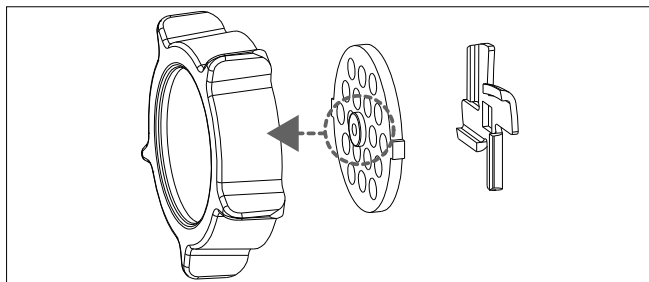

Fig. 13 – Inserimento corretto della piastra forata
- ▶ Selezionare una piastra forata adatta e posizionarla sull'asse della coclea. Assicurarsi che la piastra forata sia inserita nell'alloggiamento per coclea con la scanalatura nella posizione corretta e che la linguetta sia rivolta in avanti (vedere Fig. 13).